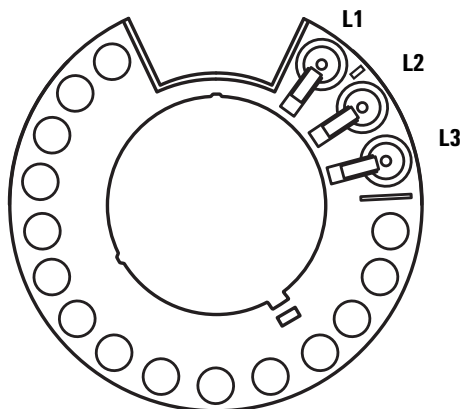

Figura 112 Posiciones L1, L2 y L3 de la torreta de transferencias (vista superior)
- 2 Retire los viales de las posiciones L1, L2 y L3 de la torreta de transferencias de ambas torres (Figura 112).